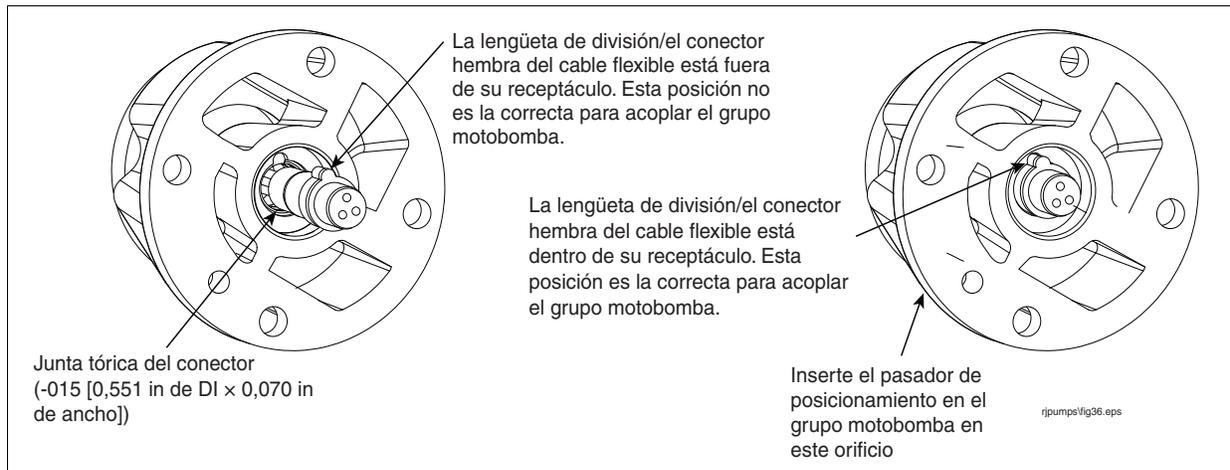

Figura 6. Compruebe que el conector hembra del cable flexible esté bien colocado
1. Inspeccione visualmente el conector del cable flexible situado al final de la cabeza de descarga. Asegúrese de que el conector del cable flexible está metido en su receptáculo y que la lengüeta de división se encuentra en la muesca del receptáculo (véase la Figura 6).
- Alinee el pasador de posicionamiento en el orificio correspondiente de la cabeza de descarga (véase la Figura 6) y coloque el grupo motobomba en su sitio empujando con la mano solamente. Antes de instalar los pernos de retención del grupo motobomba, este debe estar aparejado con la cabeza de descarga.